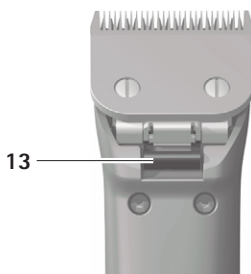

Fig. 4
- Tryk på låsen til klippehovedet **14** se Fig. 4.